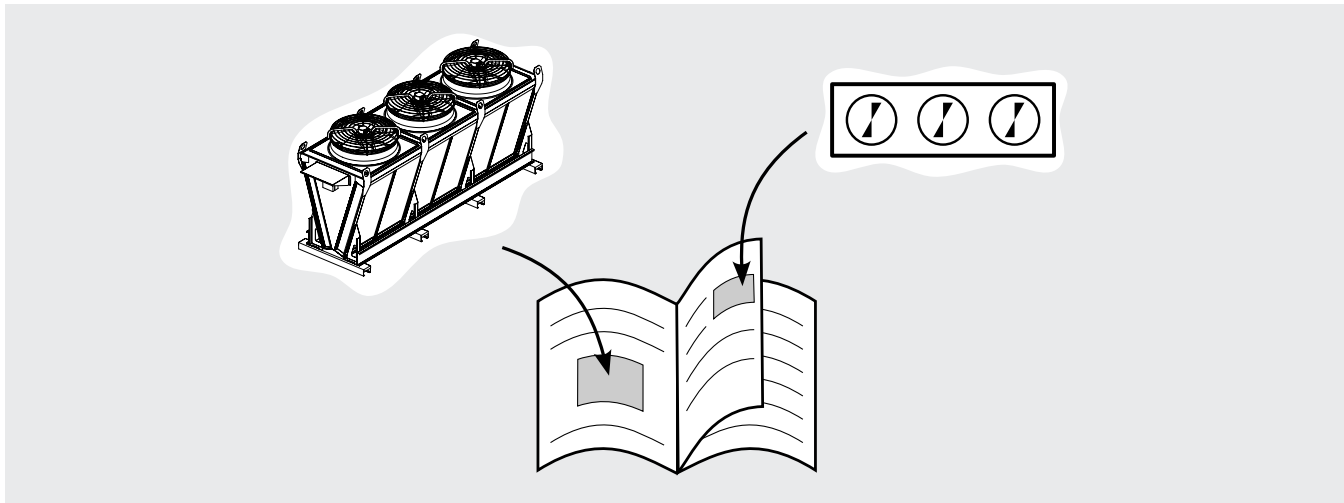

Figure 2
3.2 Dans les images de ce document, un modèle générique en V à une rangée avec 3 moto-ventilateurs sera toujours représenté : il s'agit uniquement d'une représentation graphique illustrative. Voir la Figure 2.